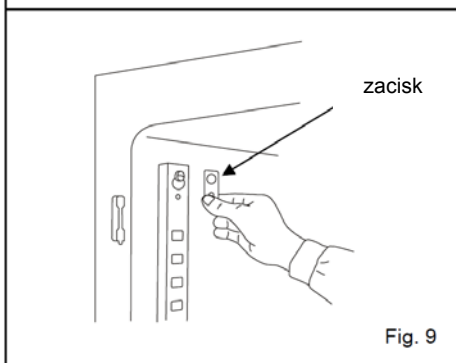

Fig. 9
10. Poluzuj i usuń śruby mocujące zaciski przy bocznych szynach ściennych. Usuń zaciski. (Rys. 9)